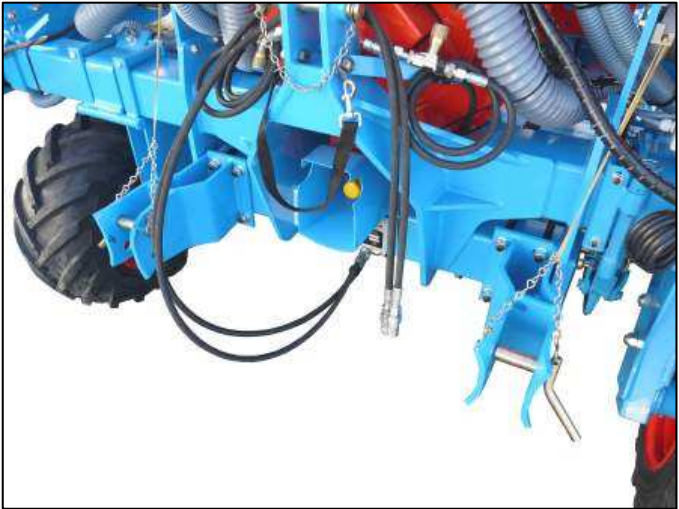

Fig. 6
- déport 13 cm (attelage à broches catégorie n°2) (fig. 6)
- 13 cm offset (pin coupling category n°2) (fig. 6)
- Versatz 13 cm (Anbau mit Steckern Kategorie Nr°2) (Abb. 6)
- spostamento 13cm (agganciamento a spinotti categoria n°2) (fig. 6)